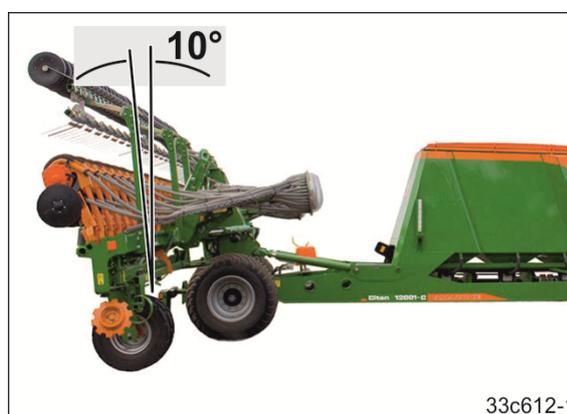

Fig. 229
4. Actionner le distributeur *vert* 1 jusqu'à ce que le bâti arrière se trouve à env. 10° avant la position verticale (voir Fig. 229).
Corrigez éventuellement l'inclinaison du bâti arrière (voir Fig. 229).